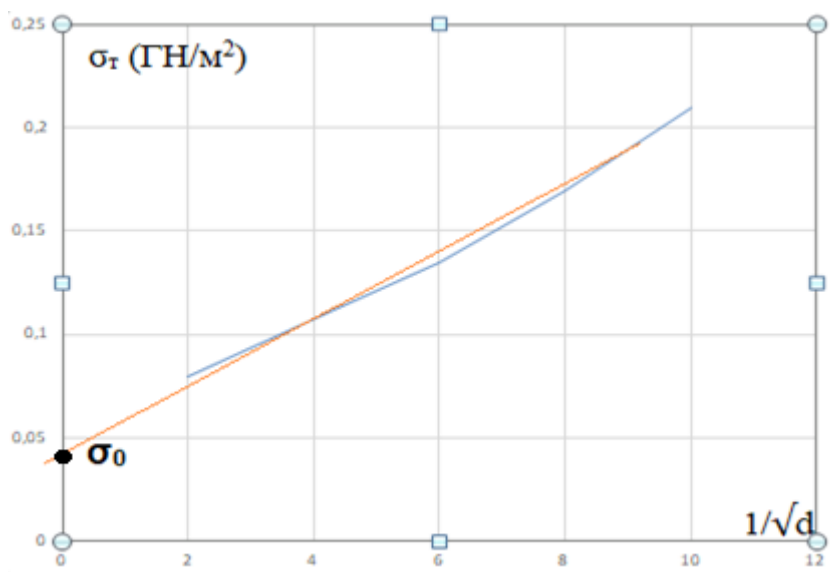

Рис. 1.1. График зависимости  $\sigma_T = f\left(\frac{1}{\sqrt{d}}\right)$  для сплава «Fe + 0,05 % C» с линейной аппроксимацией для определения  $\sigma_0$ .
2. Пример определения  $\sigma_0$  показан на рис. 1.1.